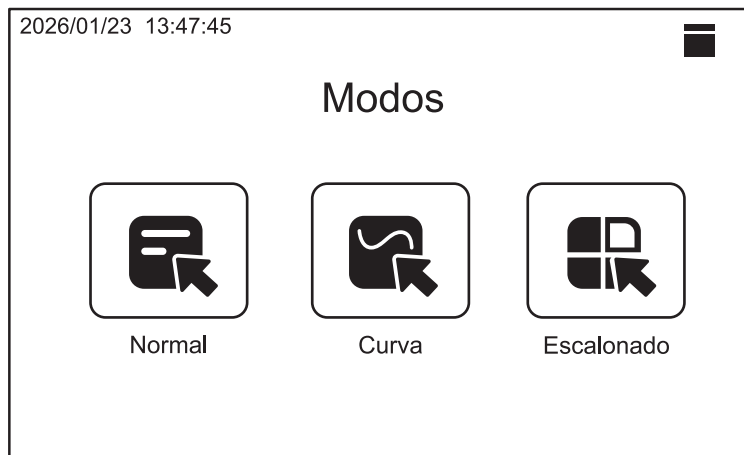

Figura 14.
a) Pulse el botón “**Modos**” para abrir la ventana de selección de Modo (Figura 14).